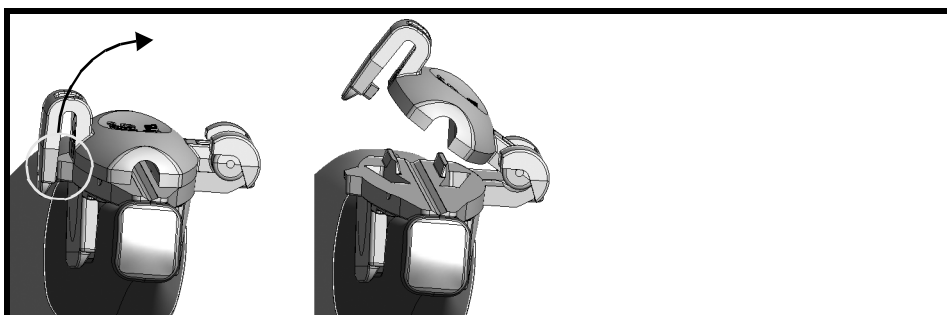

図 6。N11C5s 上のニードルガイドを押して切り離してください。
- 1 トランスデューサーを左手で持ってください。右手で、ニードルガイドインサートを開くまで注意深く横方向に押してください（図6を参照）。